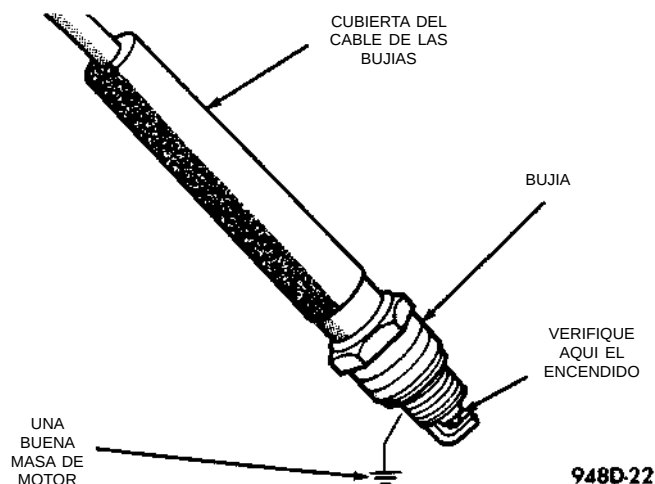

Fig. 17 Verificación de encendido
(1) Inserte una bujía nueva en la cubierta de bujía nueva. Conecte a masa la bujía al motor (Fig. 17). No lo sujete con la mano.
(2) Comience con el aislante de bobina N° 1, retírelo de la bobina del DIS.
(3) Conecte el cable de bujía al borne de la bobina N° 1. Verifique que la conexión sea buena; debe oírse un chasquido.
(4) Arranque el motor y verifique si hay encendido en los electrodos de la bujía.